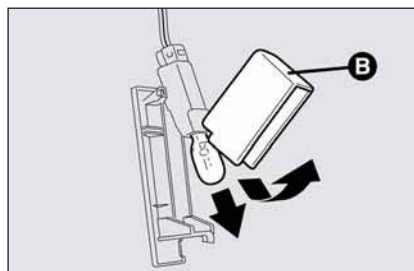

fig. 42
- ☐ abra la protección **B-fig. 42** y sustituya la lámpara introducida a presión;
- ☐ cierre la protección **B-fig. 42** en la pantalla transparente;